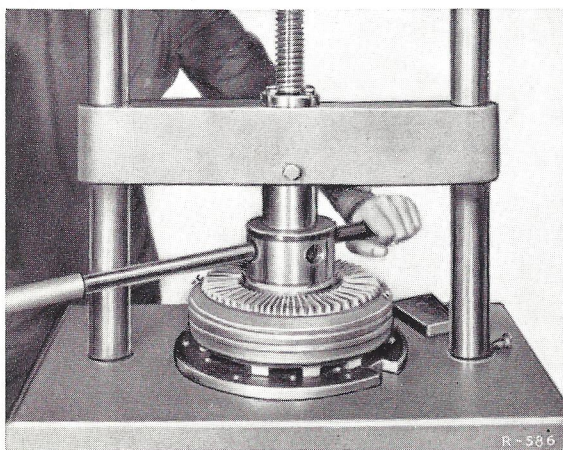

Bild 25-4/2
3. Die Axialdichtung samt Graphitring herausnehmen (Bild 25-4/3).